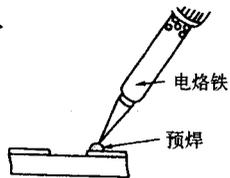
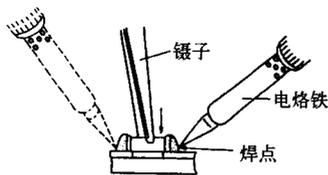

图 1-7 预焊贴片元件电路板
图 1-8 焊装贴片元件
④ 重新装新元件的方法。首先将损坏的元件焊接(如前所述),清洁板面和焊点,再将一端焊点烫上一点锡,用镊子夹住元件,分别将两端焊点焊好,如图 1-7 和图 1-8 所示。
⑤ 取下贴片集成电路的方法。集成电路的引线脚比较多,取下来是很不容易的,一不小心就会把印制板上的铜皮弄掉,